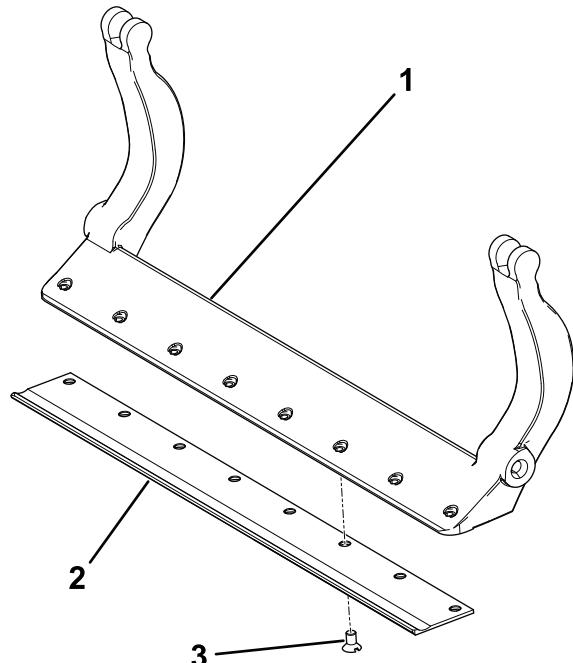

Figura 41
3. Applicate un composto antigrippaggio sulle viti e montate la controlama sulla barra di appoggio come segue (Figura 41):